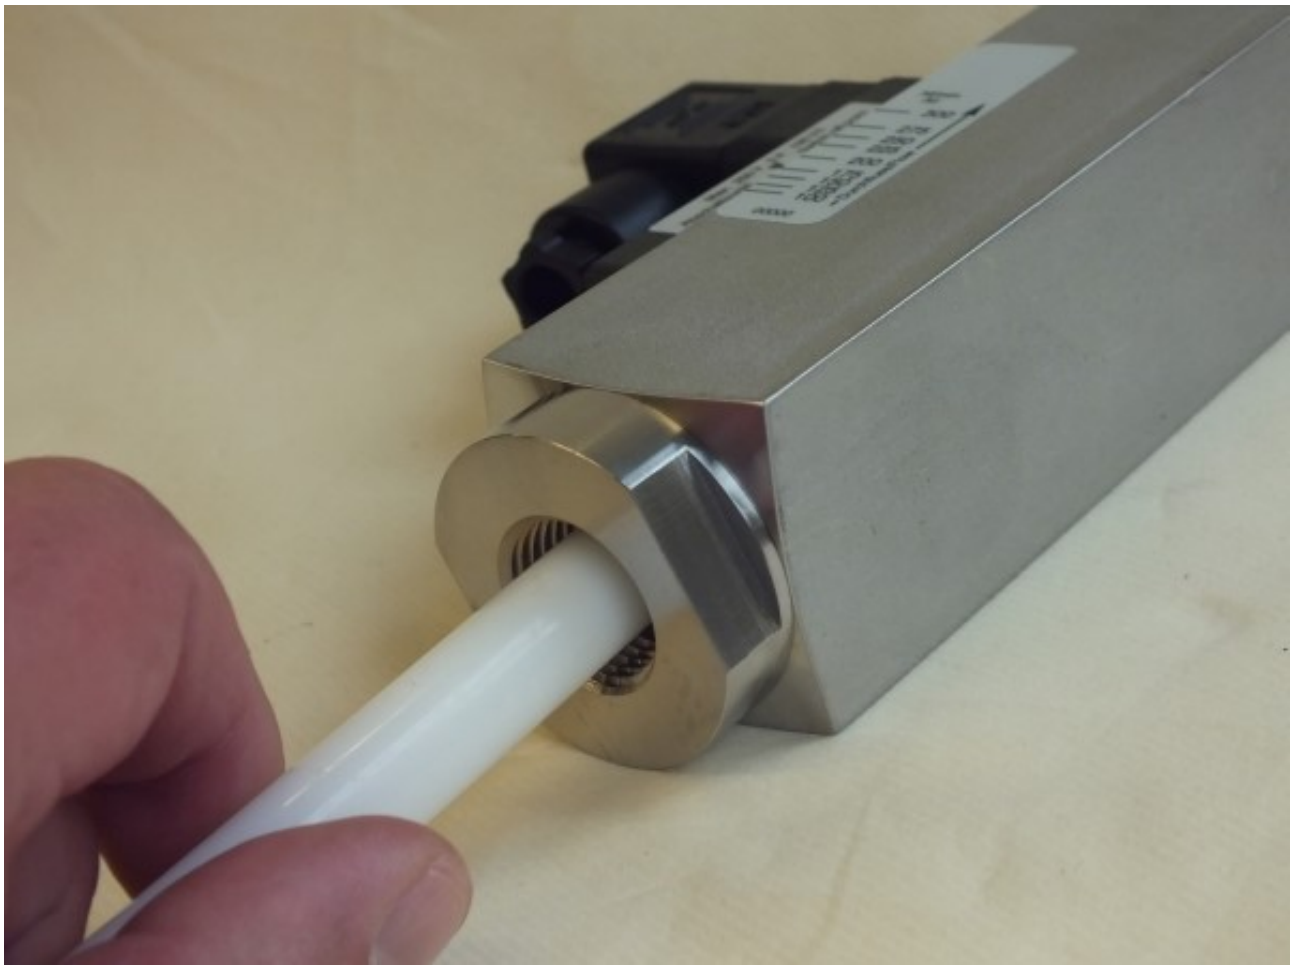

Abb. 64: Gängigkeit prüfen
- 14.** ▶ Schwebekörper durch Druck mit dem Prüfstab (Abb. 64) auf leichte Gängigkeit prüfen